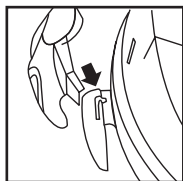

FIGURA 9
9. Coloque las lengüetas en forma de "J" en las ranuras de los soportes para enrollado de cable. **FIGURA 9.** Presione hasta que las lengüetas encajen en su lugar.